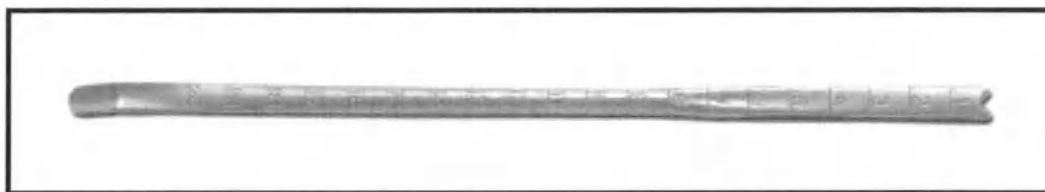

Рис. 7. Проксимальный инструмент для цилиндров
- Этот инструмент предназначен для облегчения введения проксимального участка цилиндра в тело, а также может использоваться для облегчения закрытия (рис. 7).